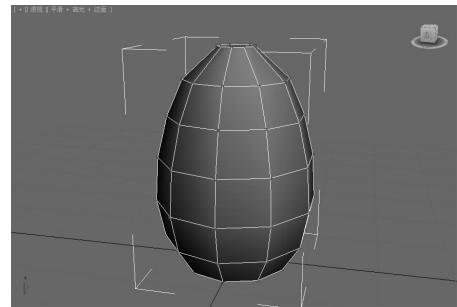

图 5-83 均匀缩放顶点后的对象▲
(2) 切换到圆柱体的“修改”命令面板，在其下拉列表中选择“编辑多边形”选项，单击“选择”卷展栏中的“顶点”按钮，单击主工具栏上的“选择并均匀缩放”按钮，在前视图中框选每行顶点并均匀缩放，将该圆柱体的顶点调整为如图 5-83 所示的形状。